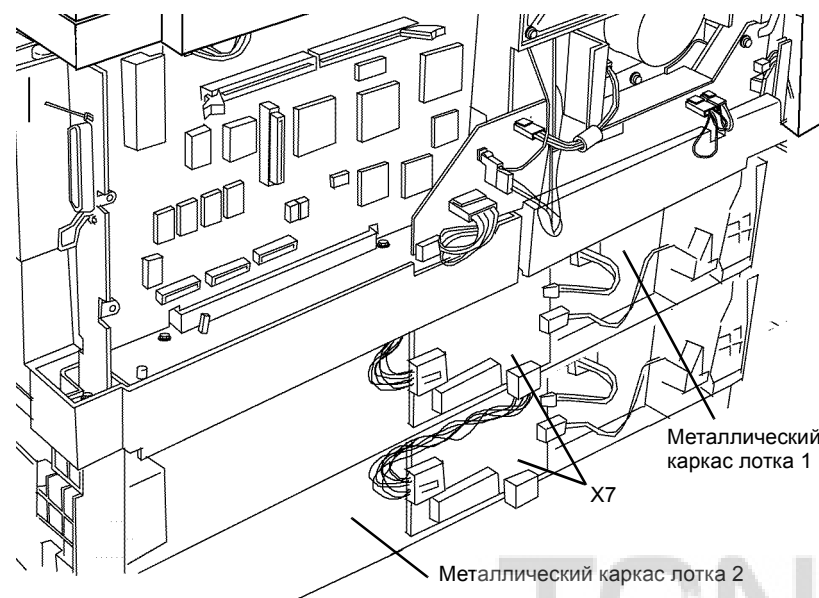

Рисунок 12 Заземление лотков для бумаги
- b. Подсоедините красный щуп мультиметра к металлическому каркасу лотка для бумаги 1 (Рисунок 12).
- g. Подсоедините черный щуп мультиметра к X7 PWB управления лотка 1 (Рисунок 12).